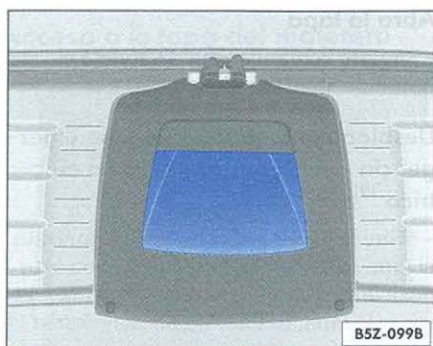

Fig. 44 Detalle del revestimiento interno la tapa del maletero: rebajo para cerrar
- Agarre la tapa por el rebajo en el tapiz interior ⇒ fig. 44 ⇒  y tírelo hacia abajo.